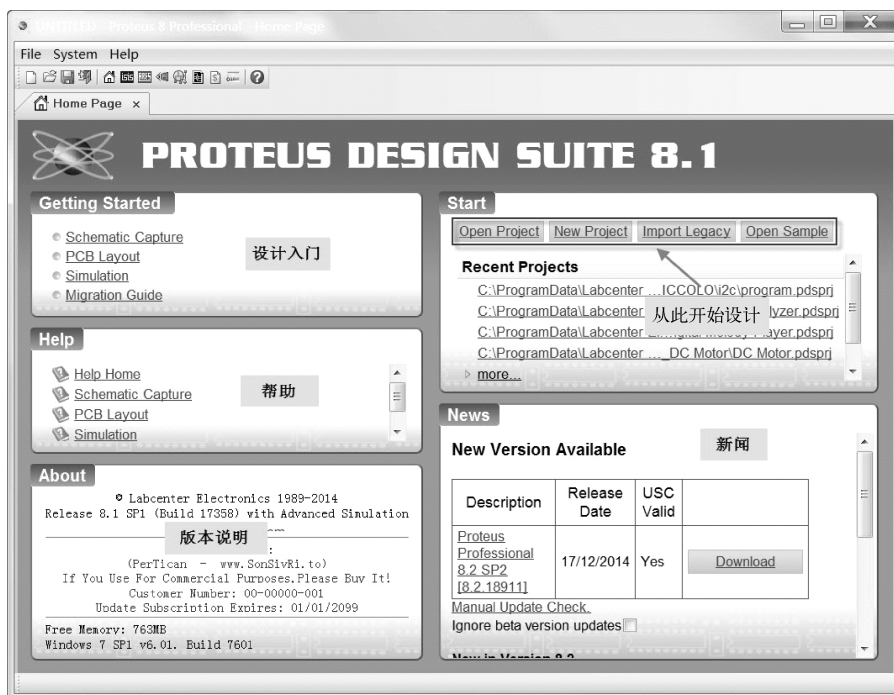
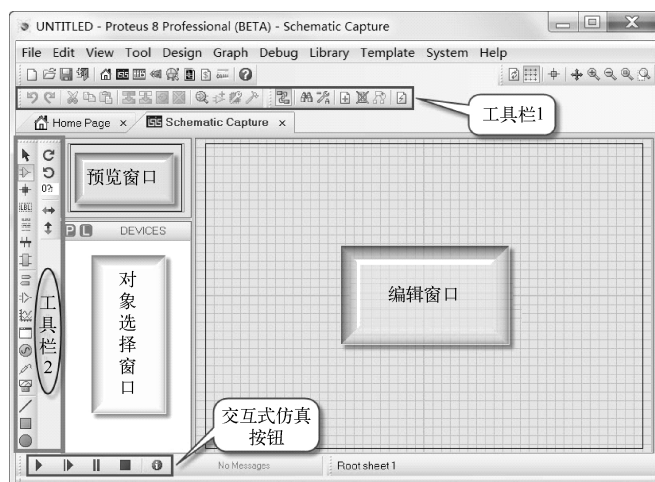

图 2-3 Proteus 8.1 界面
图 2-4 原理图捕获界面
单击桌面的  图标，可启动 Proteus 8.1 软件，如图 2-3 所示。
从图 2-3 中可以看到，Proteus 8 比以前版本有较大的改变。
1) 单击图 2-3 中的  图标，打开原理图捕获界面，如图 2-4 所示。